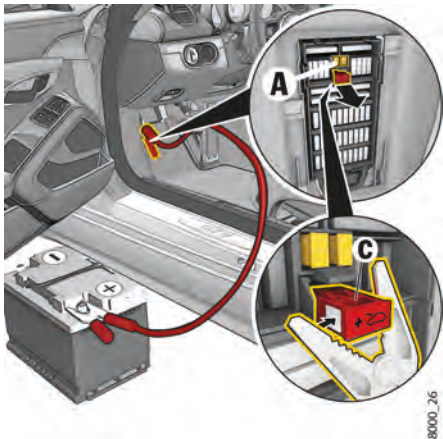

図 222：ラゲッジコンパートメントリッドの緊急解除 - プラス端子の接続
8. プラス端子 **C** (図 222) をヒューズボックスに押し込み、ヒューズボックスのプラスチェックカバーを取り付けてください。